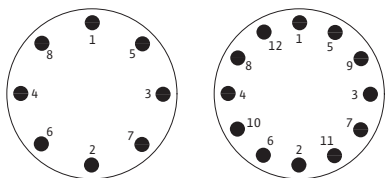

Fig. 41: Ordinea de strângere a șuruburilor
- Trebuie respectată ordinea de strângere (fig. 41).